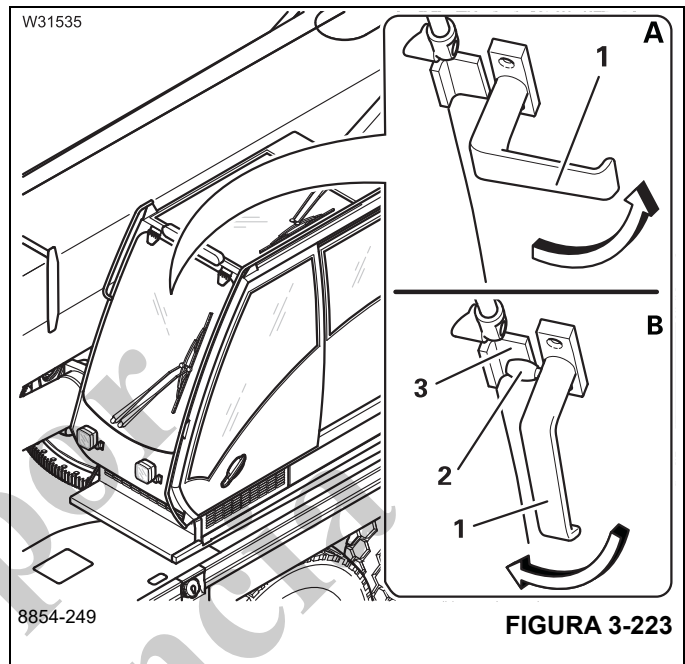

FIGURA 3-223
**Abrir ventana (A)**
- Gire las dos manijas (1), (Figura 3-223), hacia adentro.
**Cerrar ventana (B)**
- Gire las dos manijas hacia abajo – los ganchos (2) se encuentran detrás del sujetador (3).